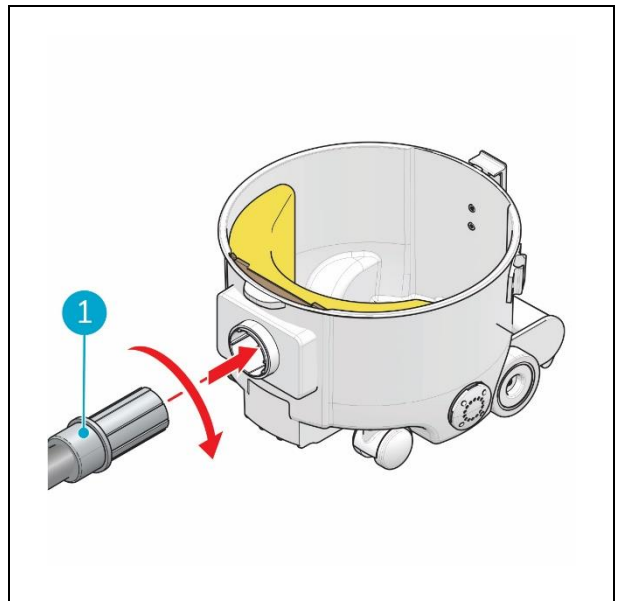

Figure 14
13. Insérez le tuyau (fig. 14, pos. 1) dans son raccord, puis faites-le tourner en sens horaire pour le verrouiller.